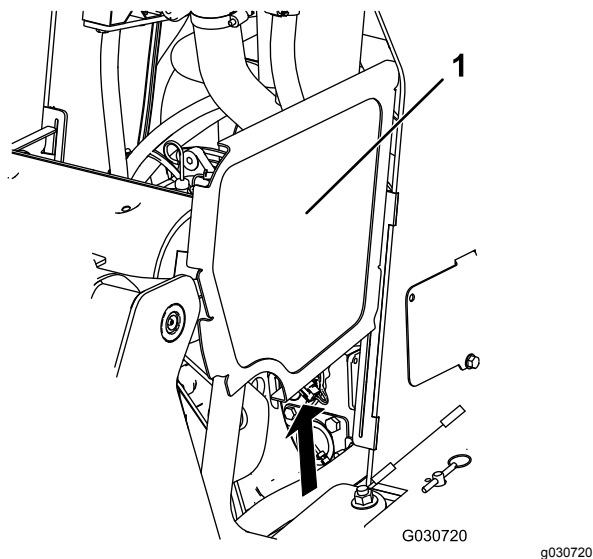

Рисунок 43
2. Сдвиньте вверх боковые решетки (Рисунок 43) и извлеките их из пазов передней решетки и рамы.